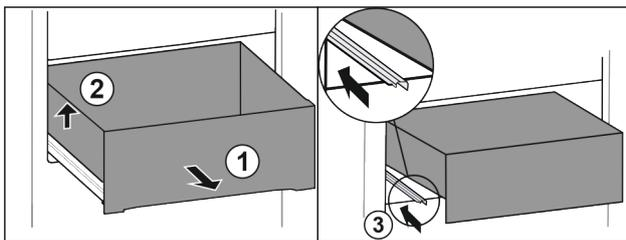

Fig. 77
- ▶ Tirer le tiroir jusqu'en butée. Fig. 77 (1)
- ▶ Soulever le tiroir sur la gauche. Fig. 77 (2)
- ▶ Rentrer le rail de gauche. Fig. 77 (3)